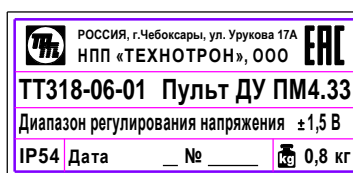

Рисунок 7 – Табличка на ПДУ
1.5.2 Табличка ПДУ (рисунок 7) содержит наименование, адрес и товарный знак предприятия-изготовителя, обозначение и наименование ПДУ, единый знак обращения продукции на рынке государств – членов Таможенного союза, диапазон регулирования сварочного тока от выставленного, степень защиты, дату изготовления, заводской номер и массу ПДУ.